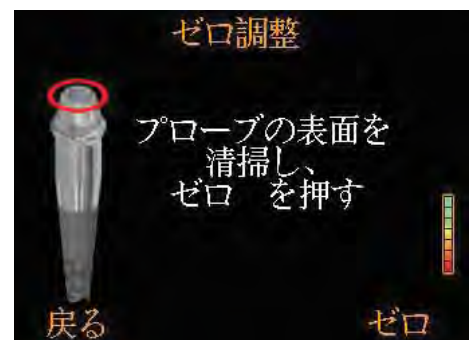

図24
- 2 清掃したプローブを空中に差し出し、[ゼロ]を押します (図24)。